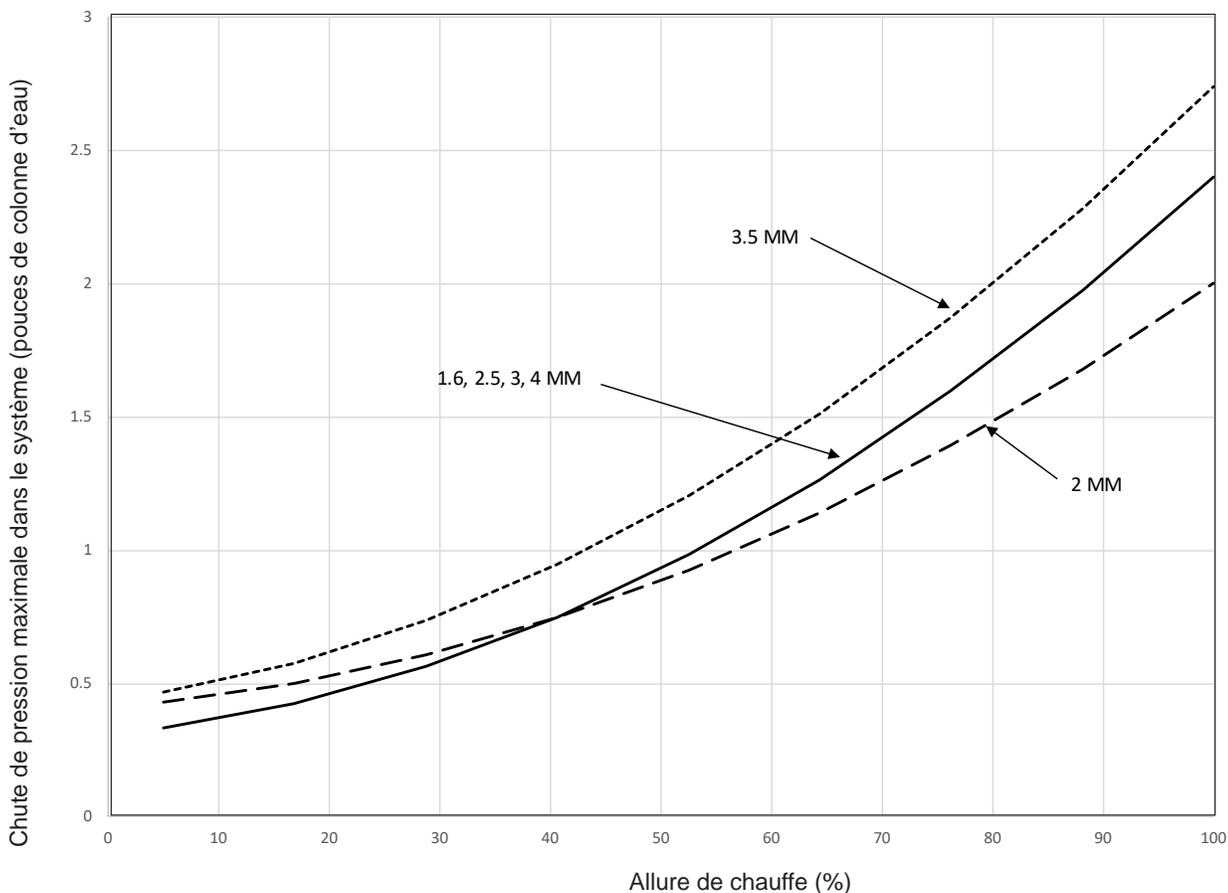

Figure 51. Pression différentielle maximale du système en fonction de l'allure de chauffe
8. Au besoin, régler la vis de réglage de pression de combustible (voir figure 51) pour obtenir une valeur de mesure de CO₂ à allure maximale de 9,0 % \pm 0,2 %.
Cet appareil utilise deux transducteurs de pression pour déterminer que la chute de pression entre le côté air de combustion et les gaz brûlés du système se trouve dans des limites acceptables pour un fonctionnement correct. Si, pendant le fonctionnement, la pression différentielle dans le système dépasse une valeur prédéterminée à une allure de chauffe donnée, le système s'arrête et une « erreur de pression du brûleur » s'affiche. Les transducteurs de pression mesurent la pression différentielle de la boîte à filtre d'entrée à la sortie de l'échangeur de chaleur. La Figure 51 à la page 118 montre le différentiel admissible en fonction de l'allure de chauffe pour chaque taille de chaudière. Cette situation peut survenir en raison de la longueur excessive des conduits, de l'obstruction des conduits d'entrée ou de sortie, de l'encrassement du filtre d'entrée ou de l'encrassement du côté air de l'échangeur thermique.